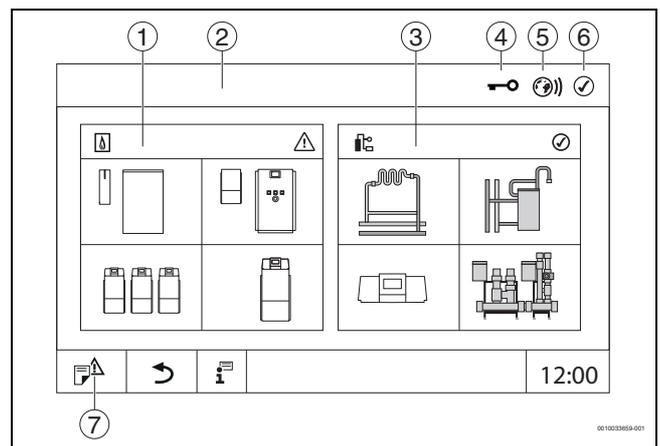

Fig. 11 Aperçu du système (exemple)
- ▶ Appuyer sur **Système** (→ figure 11, [3], page 13).